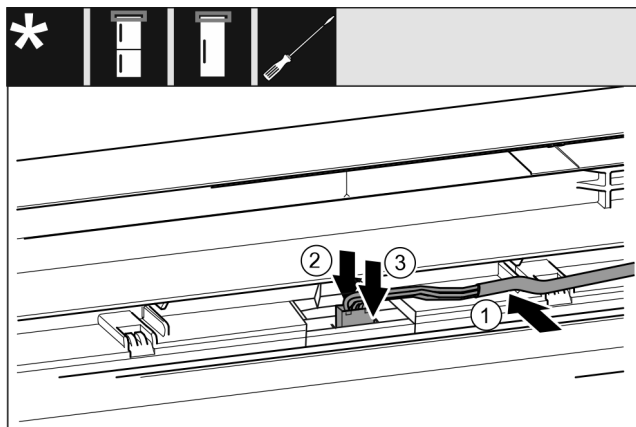

Fig. 39 Kombinace chladničky s mrazničkou / mrazničky / chladničky
- ▶ Kabel Fig. 39 (1) vložte do vedení v horních dvířkách.
- ▶ Západku Fig. 39 (2) zatlačte dozadu.
- ▶ Zaklapněte zástrčku Fig. 39 (3).